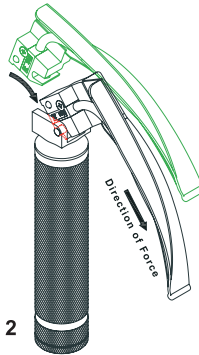

Fig 2
1. Zamocować ostrze wyrównując rowek znajdujący się na ostrzu ze sworzniem na zaczepie rękojeści. Do zaczepienia ostrza zastosować odpowiednią siłę nacisku o wartości 10N-45N, jak pokazano na Rys. 2.
Należy zawsze przetestować ostrza laryngoskopu i rękojeść po wykonaniu czyszczenia / dezynfekcji / sterylizacji oraz przed użyciem. Aby wykonać test, zamocować ostrze laryngoskopu na rękojeści i pociągnąć za nie aż do osiągnięcia pozycji ON, jak pokazano na Rys. 2. Jeśli jednostka się nie włączy lub światło miga, sprawdzić lampę / baterie i styki elektryczne. Upewnić się, że ma się do dyspozycji odpowiednią ilość lamp, baterii i części zamienne. Jeśli problem się utrzymuje należy się skontaktować ze swoim dostawcą.